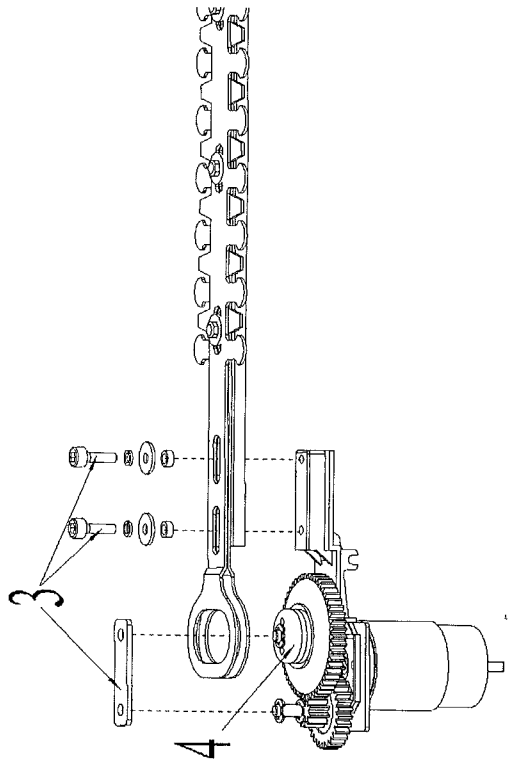

Abbildung 26
Schritt 3: Entfernen Sie die Schrauben und die Ausrichtplatte (3) (Siehe Abbildung 26), drehen Sie dann die Nockenwelle (4) parallel zum Klingenschlitz. Sie können jetzt die Klinsen entfernen.